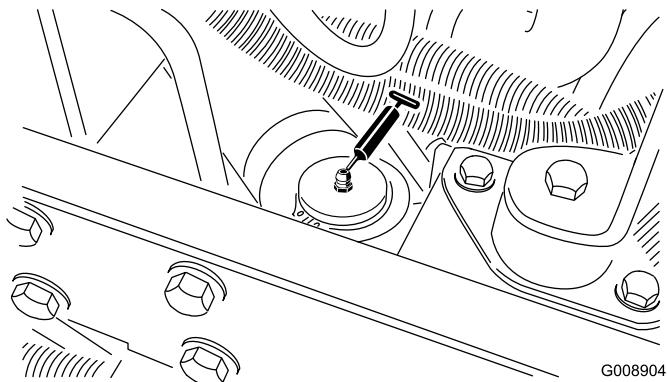

**Bild 53**
- Rechte vordere Hubarm-Drehbüchsen und Hubzylinder (2) (Bild 53)